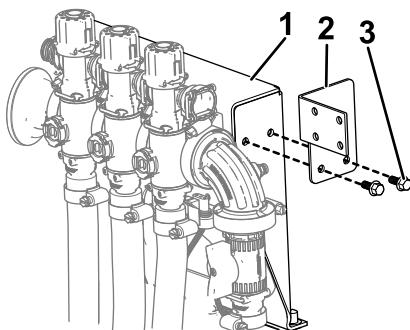

図 17
2. バルブマウントフレームにバルブ取り付けブラケットを取り付けるフランジヘッドボルト $\frac{1}{4} \times 0.625"$ 2本を使用して図 17 のように取り付ける。